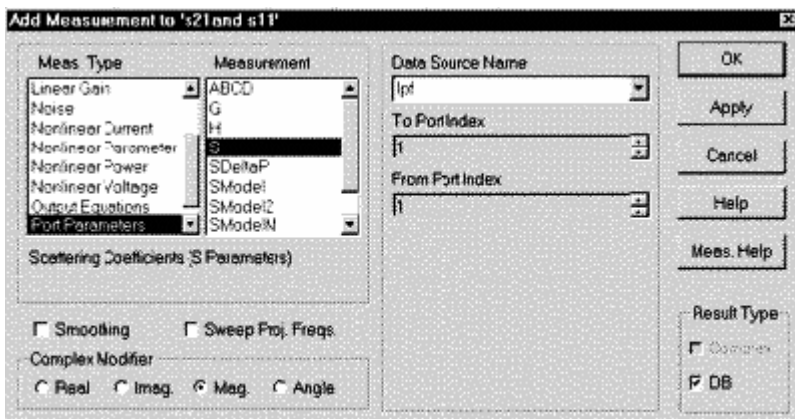

Рис. 2.11
1. Щёлкните правой кнопкой мышки по подгруппе **S21 and S11** в окне просмотра проекта и выберите **Add Measurement** (Добавить измеряемую величину) во всплывающем меню. Откроется диалоговое окно **Add Measurement** (см. рис. 2.11).